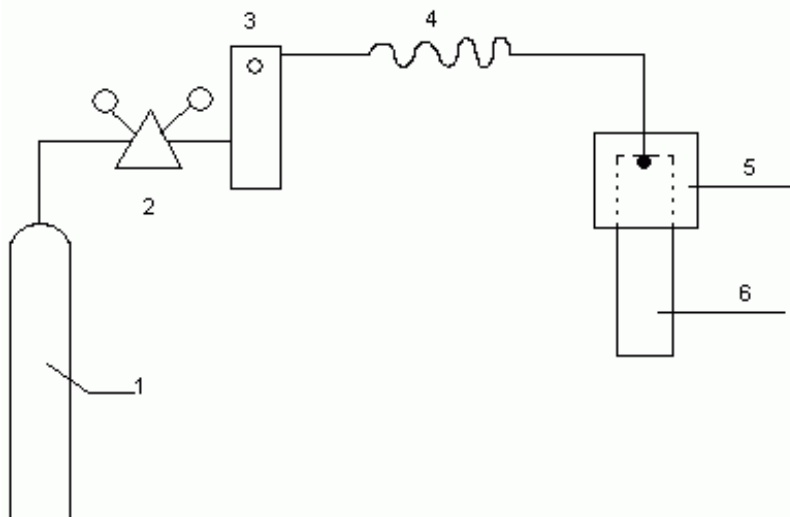
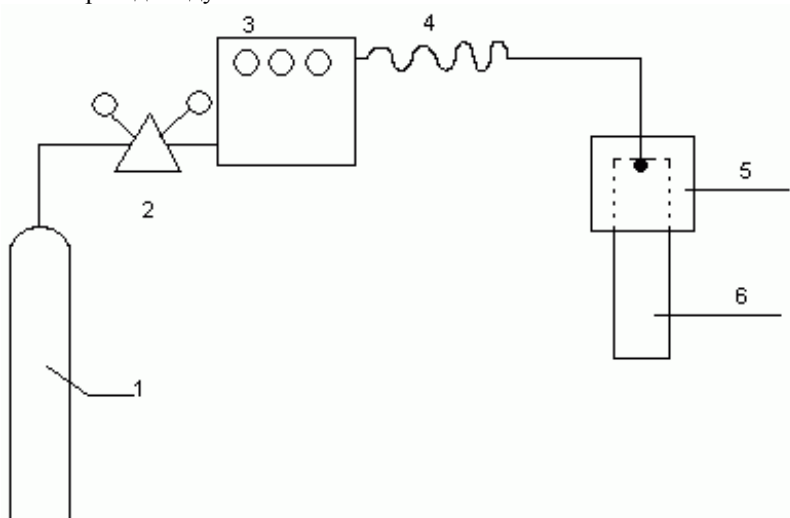
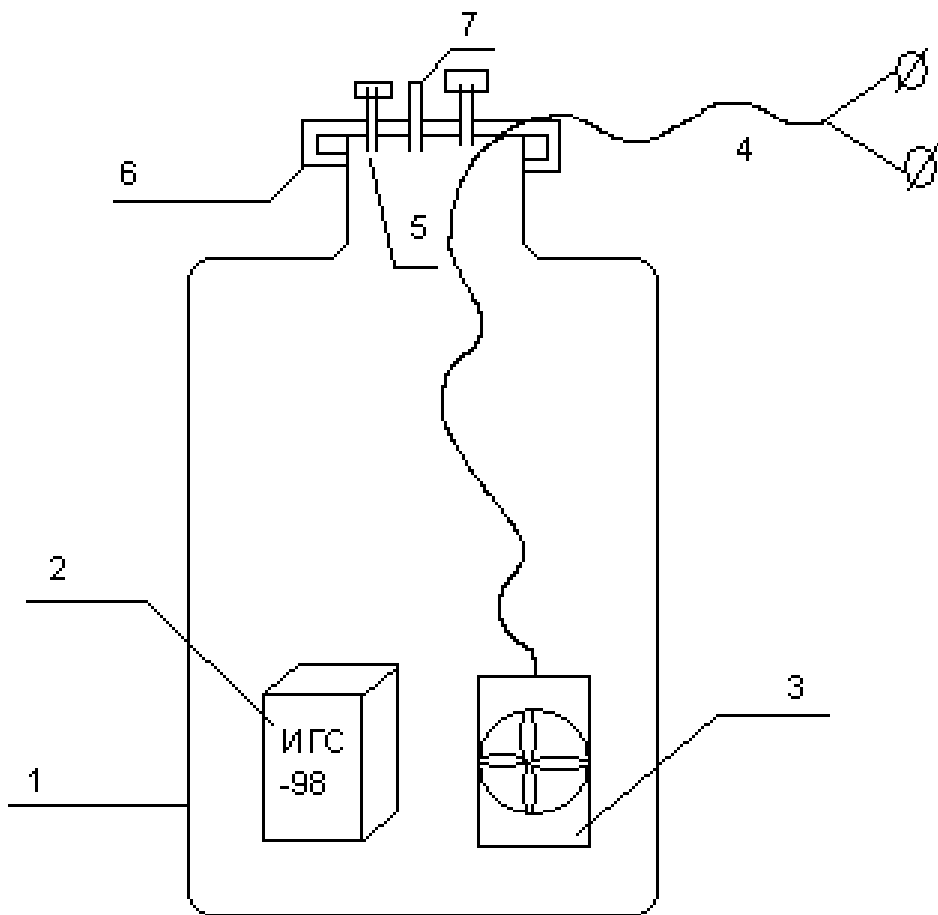

Рис. 2. Схема газовая принципиальная установки для проверки индивидуальных газосигнализаторов от баллонов со сжатыми газами ПГС.
Рис. 3. Схема газовая принципиальная установки для проверки индивидуальных газосигнализаторов от генератора газа.
Рис. 4. Схема газовая принципиальная камеры КГ-3 для проверки индивидуальных газосигнализаторов.
5.3.1. При работе с газовыми смесями из баллонов (ПГС) собирают газовую схему для проверки ГС (рис. 2). Для этого баллон с ПГС, подключают через понижающий редуктор и ротаметр к прибору. Вместо редуктора можно использовать баллонный вентиль тонкой регулировки. К отверстию сенсора ГС присоединяют газовую насадку-адаптер НГ-1 (рис. 1). Штуцер насадки соединяют с выходом ротаметра гибким шлангом. По ротаметру устанавливают требуемый расход газовой смеси.
испарения вещества через стенки фторопластовой ампулы-источника микропотока (ИМ). Установив источник микропотоков с необходимым веществом в установке, можно создавать высокостабильные газовые потоки заданной концентрации разного состава. Для работы собирают установку по схеме на рис. 3. Газовое питание генератора происходит от баллона со сжатым воздухом через понижающий редуктор. От генератора на ГС газовая смесь подается по фторопластовому трубопроводу, соединяемому коротким шлангом со штуцером насадки НГ-1.
5.5.2. Для этого собирают установку, изображенную на рис. 4. Прибор помещается полностью в камеру через герметичный люк. В камере (желательно из прозрачного материала) находится вентилятор для перемешивания воздуха, отверстие для микродозатора жидкой пробы вещества и две герметичные рукавицы для работы с прибором в камере при настройке.
1.6. ГС серии «В» выпуска после 2010 г. содержат три платы: цифровую GS, общую для всех типов ГС, в том числе двухгазовых (принципиальная схема рис.1а, расположение элементов рис.1б), плату зарядки аккумулятора TSN (рис. 2а и 2б) и аналоговые, крепящиеся непосредственно к сенсору, 5 типов: для 3-электродных электрохимических сенсоров (SO-CL-M, рис. 3а и 3б), для 2-электродных электрохимических сенсоров (CO-M, рис. 4а и 4б), для термokatалитических сенсоров (TK-IN, рис. 5а и 5б), для оптических сенсоров (CO2-M, рис. 6) и для полупроводниковых сенсоров (TK-B, рис.7).
рис. 3а. Принципиальная схема платы для 3-х электродных электрохимических сенсоров
рис. 4а. Принципиальная схема платы для 2-электродных электрохимических сенсоров
рис. 4б. Схема размещения элементов на плате 2-х электродных электрохимических сенсоров